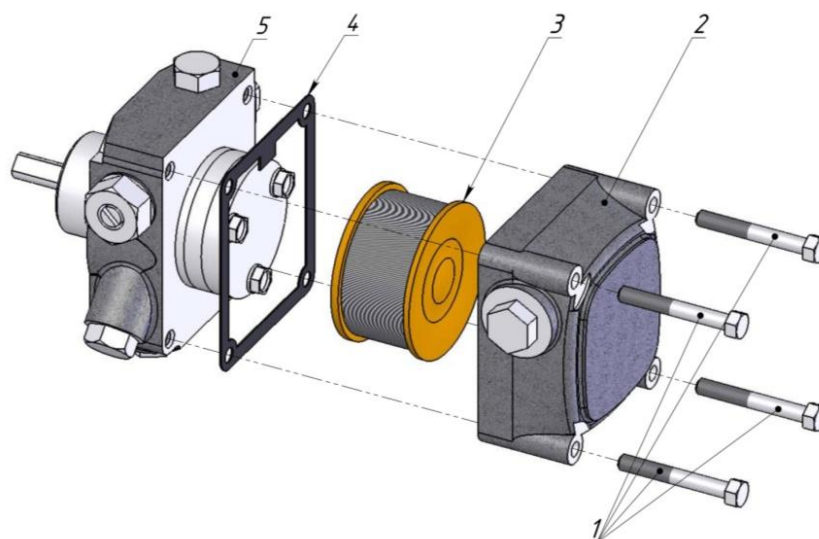
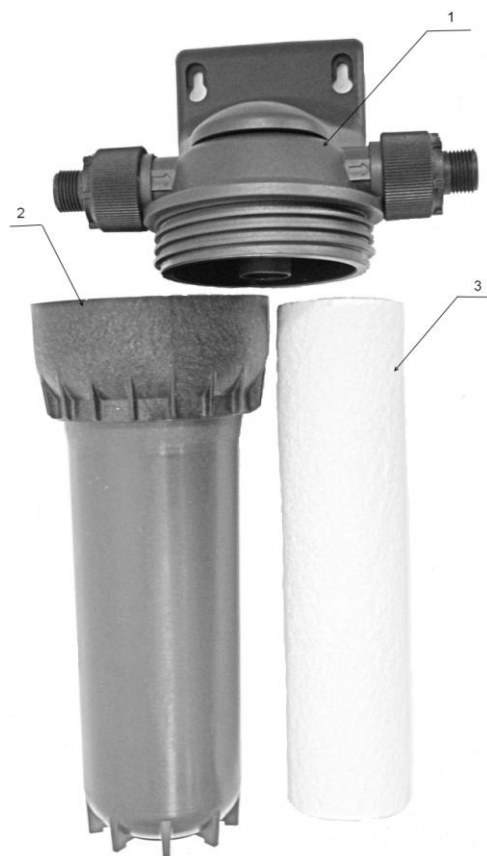

Рис. 20. Схема разборки насоса
Рис.21. Фильтр тонкой очистки топлива.
7. Проверка загрязнения фильтра топливного насоса (Рис.20) и фильтра тонкой очистки (Рис.21).
Для выполнения технического обслуживания топливного насоса (Рис. 20) необходимо открутить 4 болта 1, снять крышку насоса 2 и прокладку 4, провести ежемесячный регламент работ по очистке фильтра 3.
Для сборки насоса (Рис. 20) необходимо установить прокладку насоса 4 на нагнетательный узел 5, фильтр 3 установить в крышку 2, все смонтировать болтами 1 в соответствующие пазы корпуса насоса.
4.5.2 Обслуживание фильтра тонкой очистки заключается в замене фильтрующих вставок из полипропилена, размер 20", фильтрующая способность 20 мкм. Для замены отверните колбу фильтра (Рис.21 поз.2), от корпуса фильтра (Рис. 21 поз.1) , замените фильтрующую вставку (Рис.21 поз.3), установите колбу на место. Замена вставок производится ежемесячно при сильной загрязненности масла еженедельно.
Корпус насоса проверяется на наличие механических повреждений, масляных подтеков со стороны прокладки 4, а также проверяется герметичность болтовых соединений 1 (Рис. 20).
Очистка топливного насоса проводится ежемесячно, при сильном загрязнении топлива – еженедельно в течение всего отопительного сезона, предварительно демонтировав его, согласно пункту 4.5.1 (Рис. 20), в виде продувки фильтра сжатым воздухом. После сбора насоса, согласно пункту указанному выше, необходимо промыть его дизельным топливом.